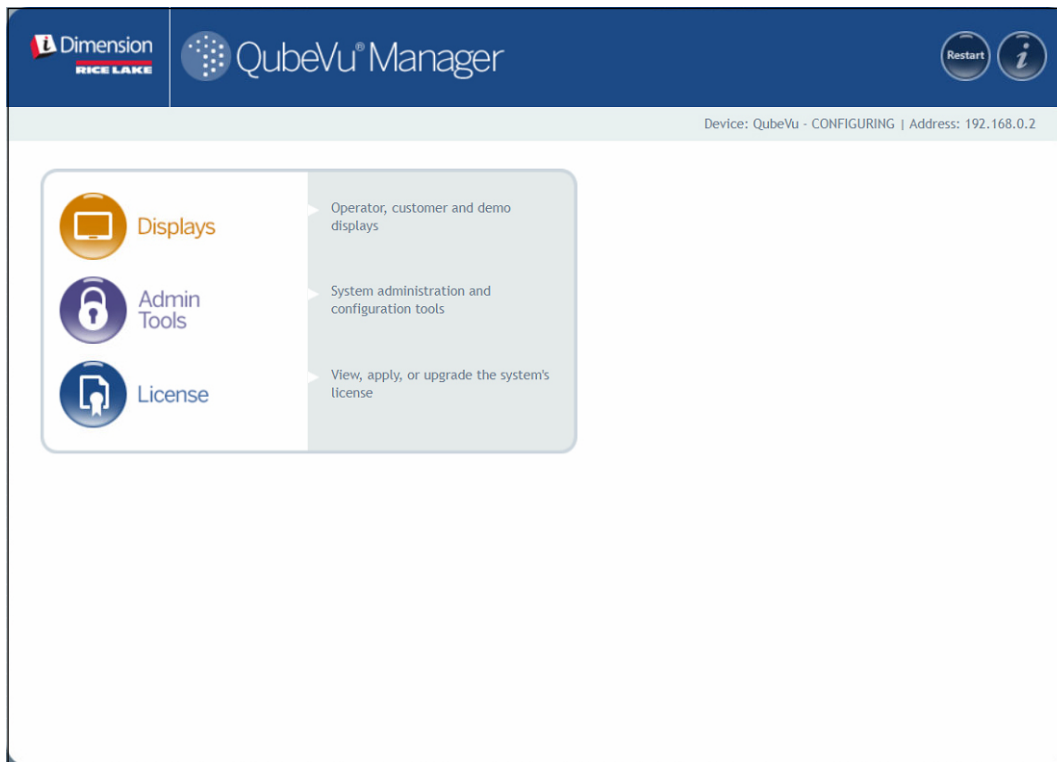

Abbildung 2-1. Startseite von QubeVu Manager
- Wählen Sie  **Displays** im Menü **QubeVu Manager** aus (Abbildung 2-1 auf Seite 8), um das Menü **Display Pages (Anzeigen)** aufzurufen.